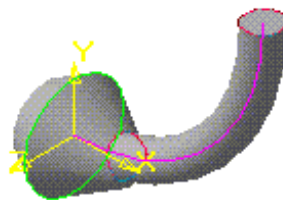

Рис. 31. Эскиз и модель пестика цветка.
1. ***Создаем эскиз сечения*** стебля (рис. 31): плоскость – Профильная, команда Создать эскиз.
2. Постройте эскиз в виде окружности с привязкой центра к началу координат. Закончить эскиз. (рис. 31). Имя эскиза – сечение стебля.
3. **Создаем эскиз траектории** стебля. Для этого выбрать в Дереве построений фронтальную плоскость, команда Создать эскиз, построить дугу с привязкой начала дуги к началу координат. Закончить эскиз. Имя эскиза – траектория стебля (рис. 31).
4. **Создаем стебель.** Для этого выберите операцию **Кинематика**. В строке параметров щелкните по полю Выбор объектов. В качестве объекта «траектория» укажите щелчком мыши в дереве построений на эскиз траектории, для объекта «сечение» - на эскиз сечения. На экране появится фантом стебля. Закончите создание элемента щелчком мыши по кнопке Создать на панели Свойств (рис.31).